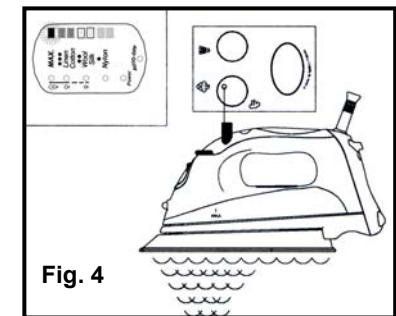

Fig. 4
3. Gire el botón para graduar el vapor completamente a la derecha (Fig. 4).